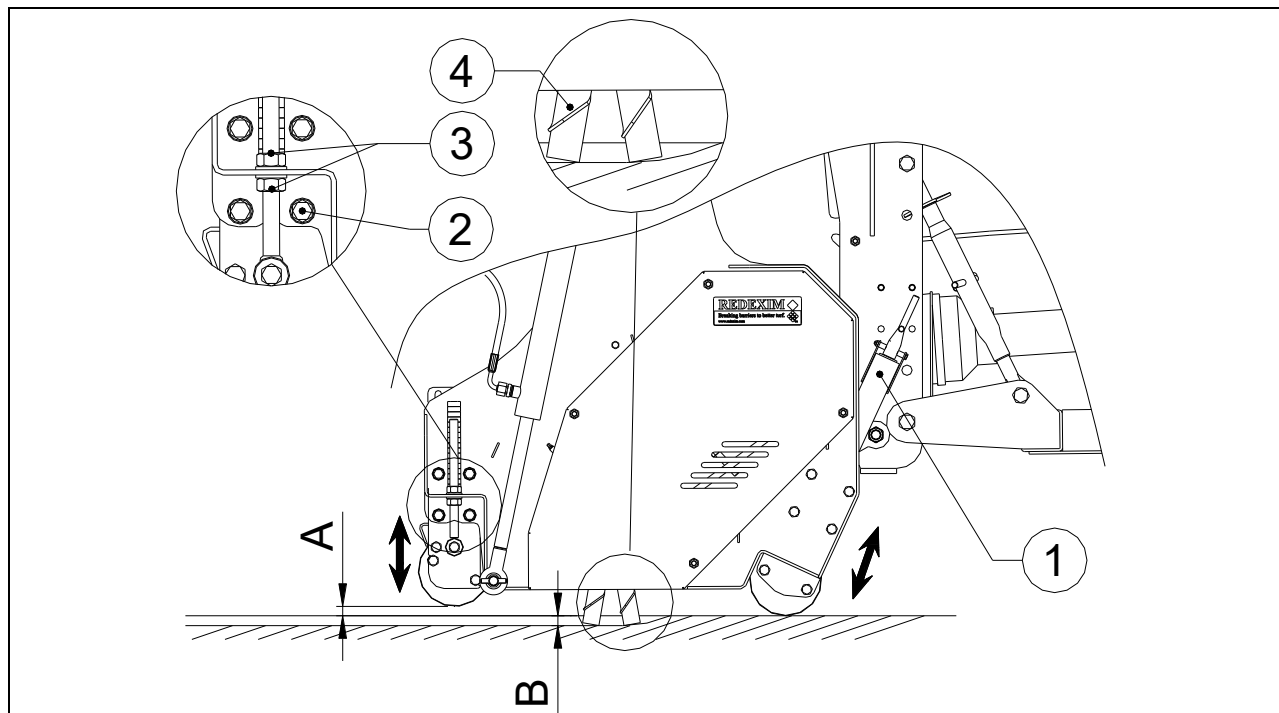

Fig. 9
- ⚠ **Hvis det er montert vindfløyer (se fig. 9, punkt 4), må du aldri øke dybden for å sikre at vindfløyene forblir over overflaten. !! Hvis dette ikke overholdes, kan overflaten og maskinen bli alvorlig skadet!**
Hvis det er montert vindfløyer (se fig. 9 punkt 4), må du aldri øke dybden for å sikre at vindfløyene forblir over overflaten.
5. (Se fig. 9) Løsne boltene 2 på begge sider av maskinen og juster bakrullen ved hjelp av mutrene 3 til avstanden over bakken A er 10 mm (0,4") og juster på begge sider.
6. (Se fig. 9) Fest mutrene 3 og boltene 2 ordentlig.